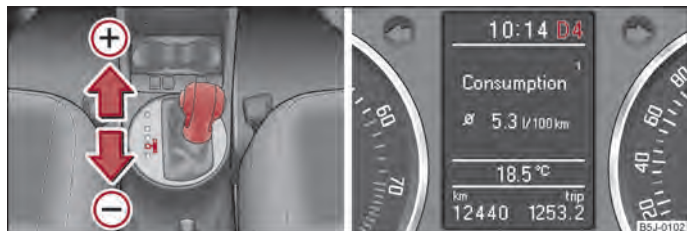

Abb. 89 Wählhebel: manuelles Schalten / Großes Informationsdisplay: manuelles Schalten
Die eingelegte Wählhebelstellung wird zusammen mit dem eingelegten Gang im Informationsdisplay des Kombi-Instruments angezeigt ⇒ Abb. 89 rechts.
- Tippen Sie den Wählhebel (in der Tiptronic-Stellung) nach vorn an ⇒ Abb. 89 (+).